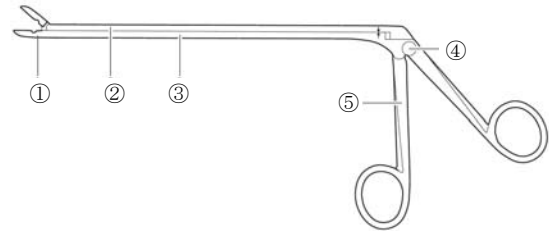

図 1
1. ボタン④を押しながらフロントハンドル⑤を図 1 の矢印の方向に引き下げる。
2. スライダーパーツ②を押さえながら、図 1 の矢印とは反対方向にフロントハンドル⑤を押上げると自動的に咬み合わさる。